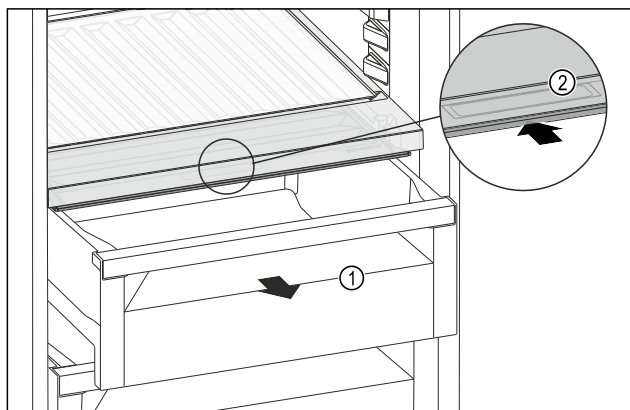

Fig. 108
- Zásuvku Fig. 108 (1) vytáhněte.
- Uchopte prohlubeň pro rukojeť Fig. 108 (2) na víko zásuvky a současně zasuněte víko zásuvky směrem dozadu.